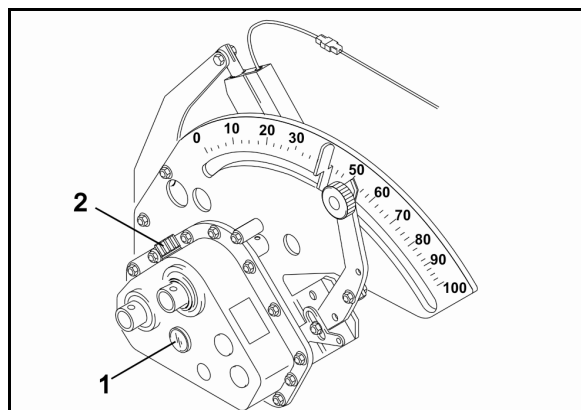

Fig. 42
2. Oliespejlet skal kunne ses i skueglasset (Fig. 42/1).
6. Fyld gearolie på variogearet op til skueglasset (Fig. 42/1) gennem påfyldningsstudsene (Fig. 42/2).
7. Sæt hætte på påfyldningsstudsene efter endt påfyldning (Fig. 42/2).